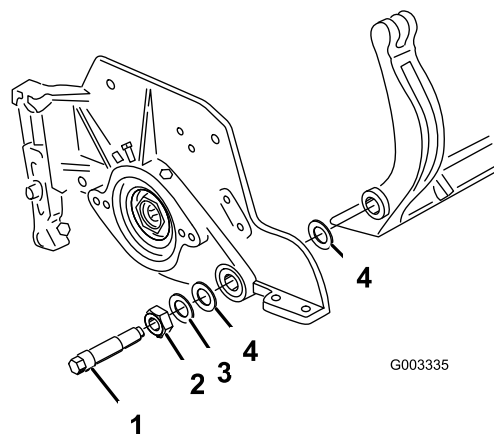

Figura 27
anilha de aço prensado de cada uma das extremidades da barra de apoio (Figura 27).
- Fixe a barra de apoio a cada um dos lados da placa lateral com as cavilhas (porcas flangeadas nas cavilhas) e com as 6 arruelas. Deve colocar uma anilha de nylon em cada um dos lados da placa lateral. Coloque uma arruela de aço no exterior de cada uma das arruelas de nylon (Figura 27). Aperte os parafusos da barra de suporte a 37–45 Nm. Aperte as porcas de fixação até que a arruela exterior pare de rodar e a folga seja removida, mas não aperte demasiado ou danifica as placas laterais. As arruelas podem ter uma folga interna.